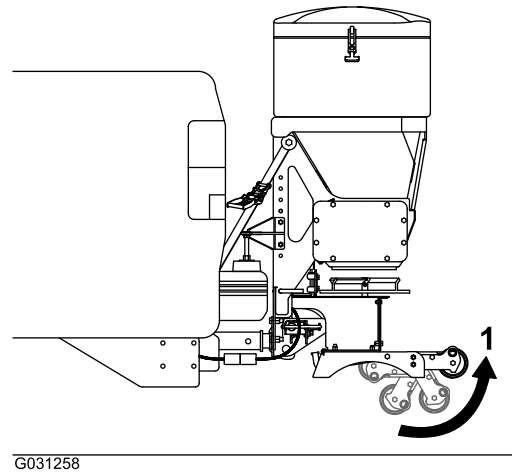

Figura18
3. Pivotați roțile ansamblului piciorului de sub ansamblul piciorului (Figura18).